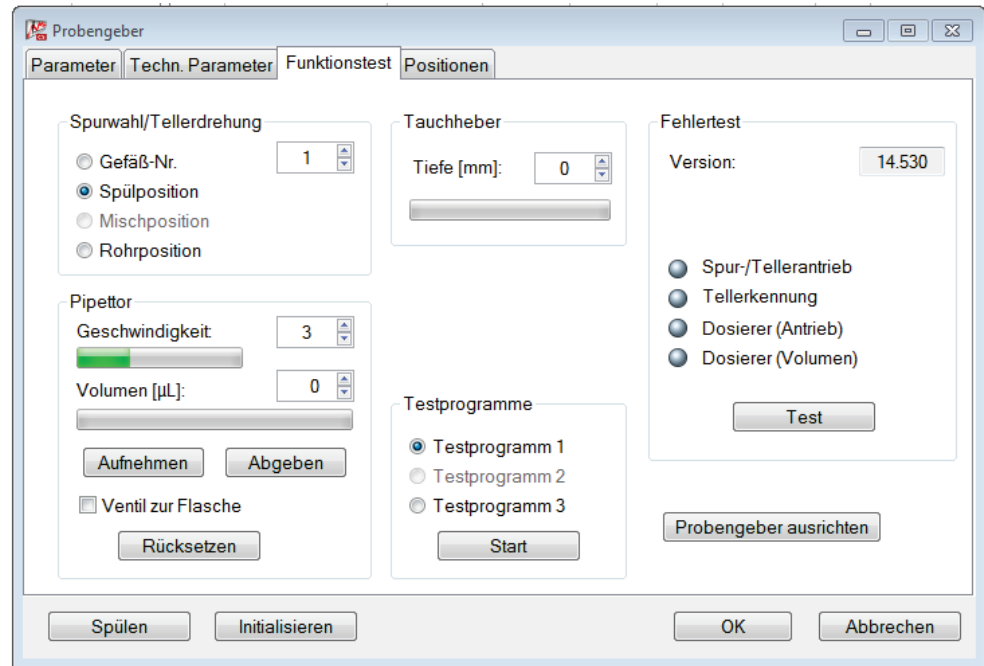

Abb. 64 Fenster PROBENGEBER, Registerkarte FUNKTIONSTEST
3. In ASpect CS mit  das Fenster PROBENGEBER öffnen. Auf die Registerkarte FUNKTIONSTEST (Abb. 64 S.114) wechseln.